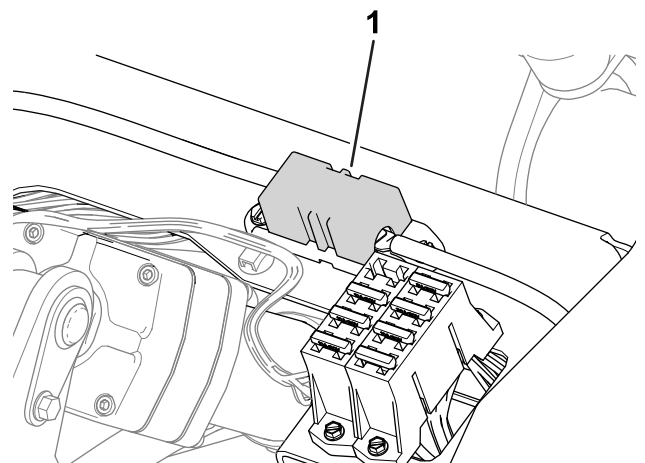

Figura 44
- Los fusibles del motor de la rueda derecha (60 A) están situados debajo del asiento (**Figura 44**).